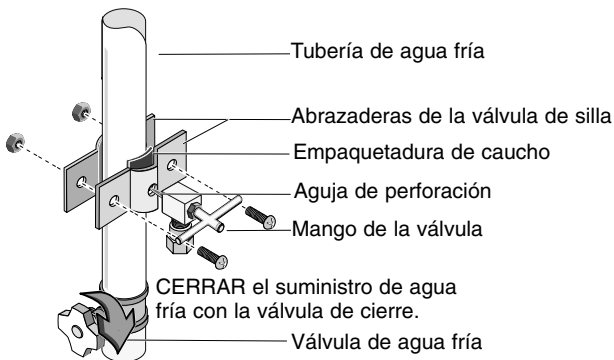

Figura 5
Instale la válvula de silla, consulte la figura 5.
- Instale la válvula de silla en la tubería de agua fría según se ilustra en la Figura 5.